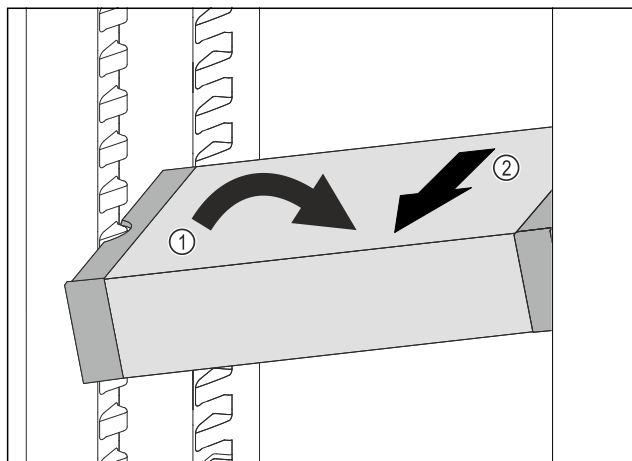

Fig. 249
- VarioSafe postavte v chladničce šikmo. Fig. 249 (1)
- VarioSafe odeberte směrem dopředu. Fig. 249 (2)